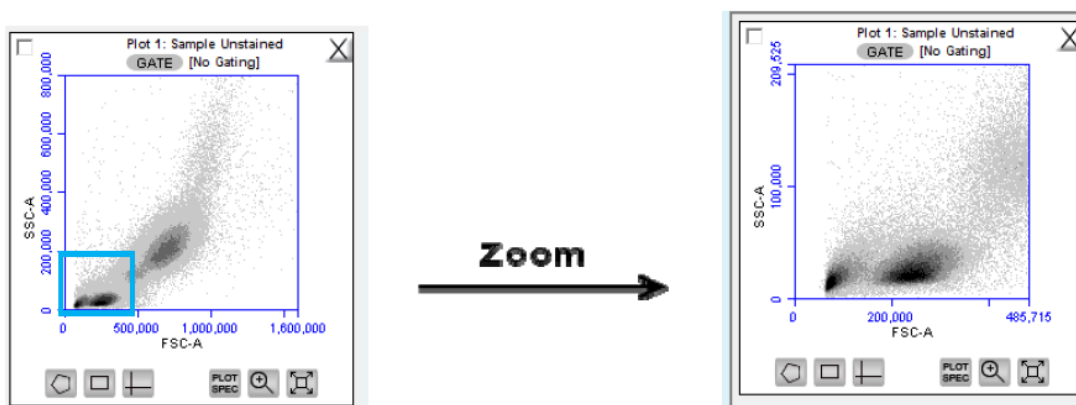

图 3-31. 使用缩放工具前后。
2. 在图中点击并拉拽鼠标，画出一个区域进行放大(图 3-31)。